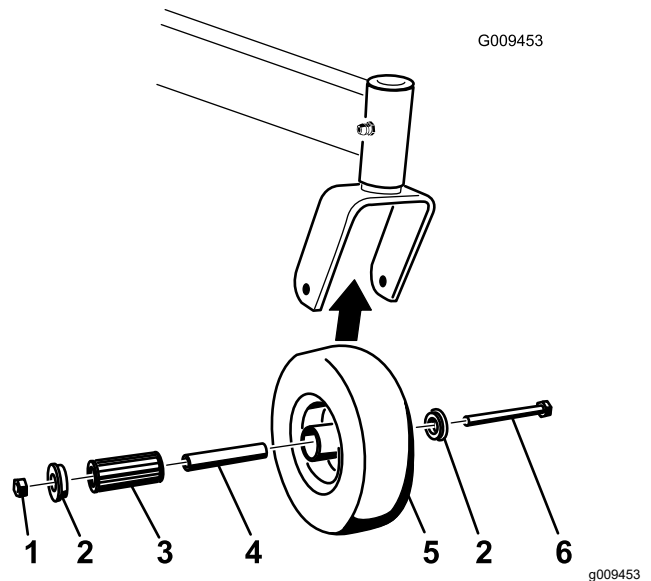

Bild 68
1. Entfernen Sie die Sicherungsmutter und die Radschraube, mit denen das Laufrad an der Laufradgabel befestigt ist (Bild 68).
2. Entfernen Sie eine Büchse und ziehen dann die Spannbüchse sowie das Rollenlager aus der Radnabe heraus (Bild 68).
3. Entfernen Sie die andere Büchse aus der Radnabe und entfernen Sie Fett- und Schmutzrückstände von der Nabe (Bild 68).
Hinweis: Tauschen Sie abgenutzte und beschädigte Teile aus (Bild 68).
5. Stecken Sie eine Büchse in die Radnabe (Bild 68).
6. Fetten Sie das Rollenlager und die Vierkantbüchse ein und schieben beide in die Radnabe (Bild 68).
7. Stecken Sie die zweite Büchse in die Radnabe (Bild 68).
8. Bringen Sie das Laufrad in der Laufradgabel an und befestigen Sie es mit der Radschraube und Sicherungsmutter (Bild 68).
9. Ziehen Sie die Sicherungsmutter so weit fest, dass die Vierkantbüchse auf die Innenseite der Laufradgabeln trifft (Bild 68).